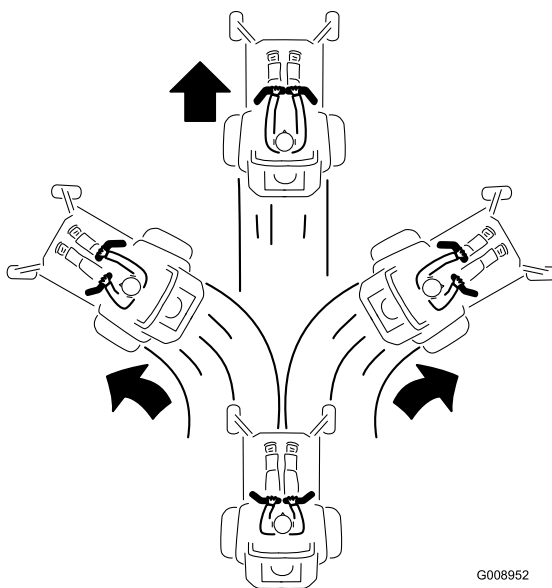

Figure 25
2. Pour vous déplacer en marche avant, poussez lentement les leviers de commande de déplacement vers l'avant (Figure 25).